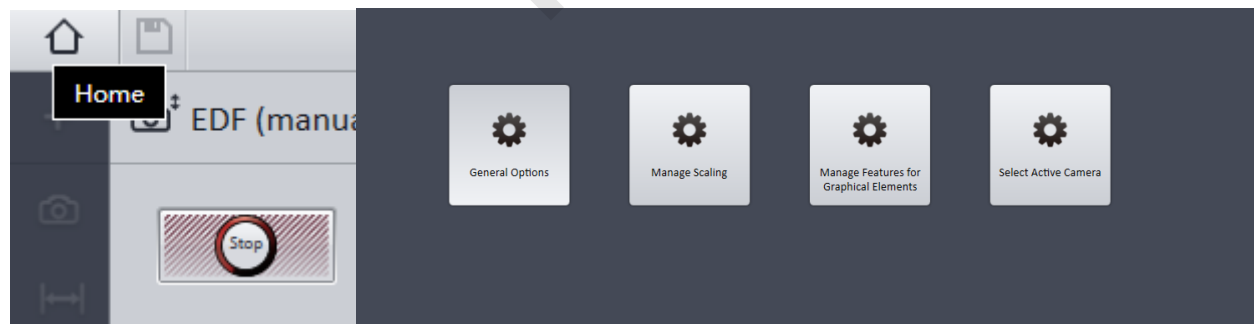

图 6-12 进入设置小数点模式
6.9.1 点击软件左上角的 Home 键，进入到软件 Home 界面中后，进入 Maintenance，如图 6-12